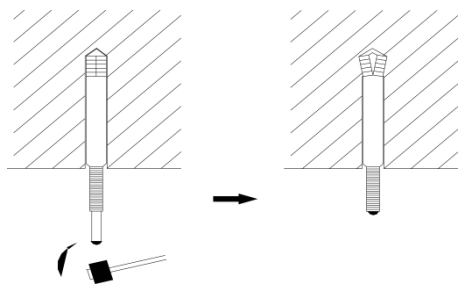

Fig.3
- 1) Insérez le boulon expansible M10 dans le trou, plantez le clou dans le boulon. Consultez les plans généraux d'encombrement de l'unité intérieure pour connaître la distance entre les trous et consultez la Fig. 3 pour l'installation du boulon expansible.